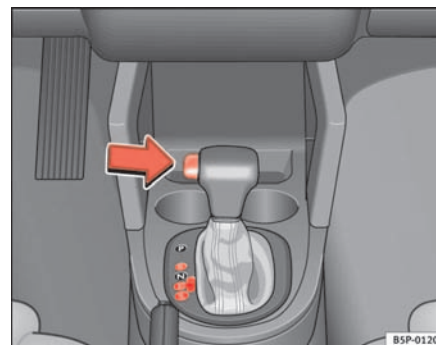

Fig. 138 Condução
- Premir o botão da punho (situado na parte esquerda do mesmo) → **fig. 138**.